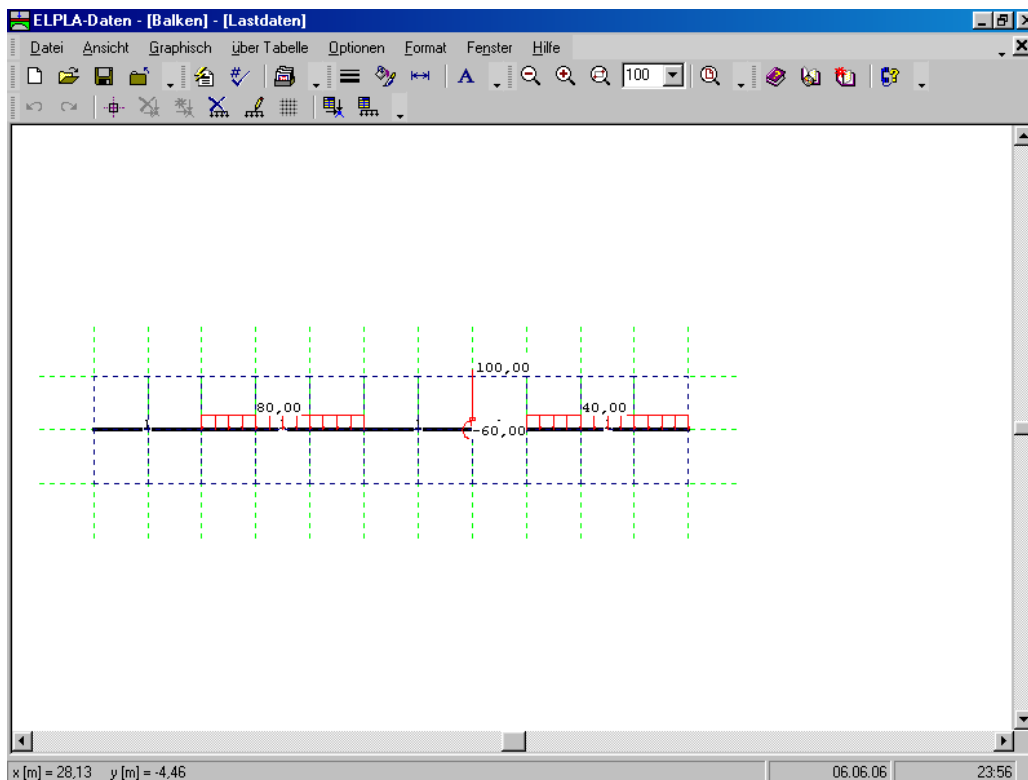
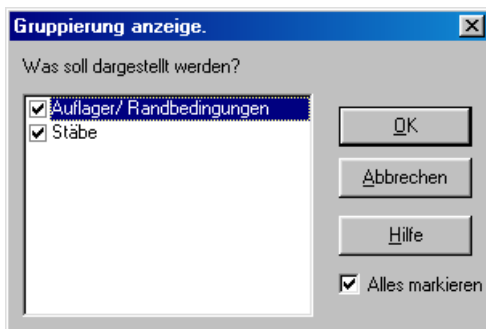

Bild 8-33 Balkenlasten auf dem Bildschirm
Bild 8-34 Kontrollfeld "Gruppierung anzeigen"
Nach der Definition von Lastdaten sollte der Bildschirm wie das folgende Bild 8-33 aussehen.
- Wählen Sie "Gruppierung anzeigen" aus dem Menü "Optionen" im Bild 8-33. Das folgende Kontrollfeld im Bild 8-34 erscheint